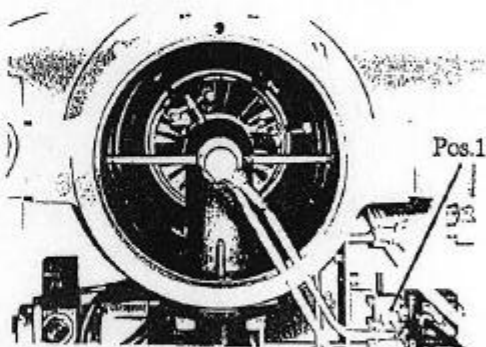

Abb.8
- Brennergehäuse nach rechts oder links ausschwenken, Ölleitungen für Vor- und Rücklauf an den Magnetventilen lösen und abziehen (Abb.8 Pos.1)